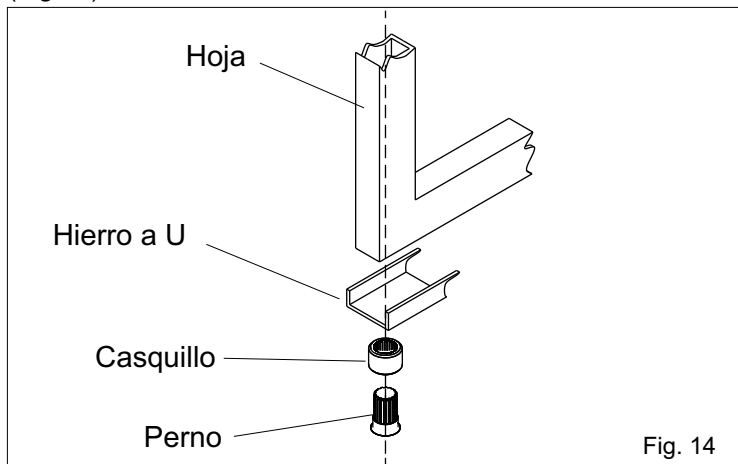

Fig. 14
**4.2.** volver atrás de acerca de 5° y soldar el casquillo al hierro a U, no en dotación, con el equipo, y a la hoja de la cancela (Fig.14).